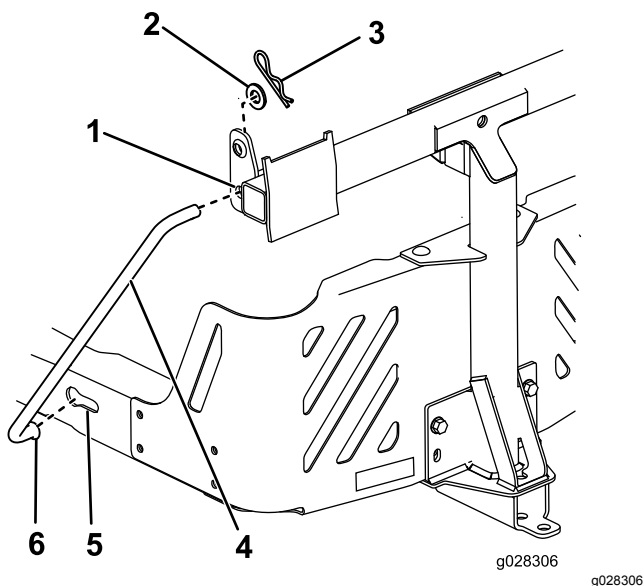

Figure 13
- Placez l'extrémité évasée et coudée d'une tige dans le trou à détrompeur sur le côté gauche du cadre de la machine, et déplacez la tige vers l'arrière pour l'enclencher dans le cadre (Figure 13).
- Insérez les extrémités coudées des tiges dans le support de fixation d'accessoire, comme montré à la Figure 13, et fixez-les avec une rondelle et une goupille fendue.